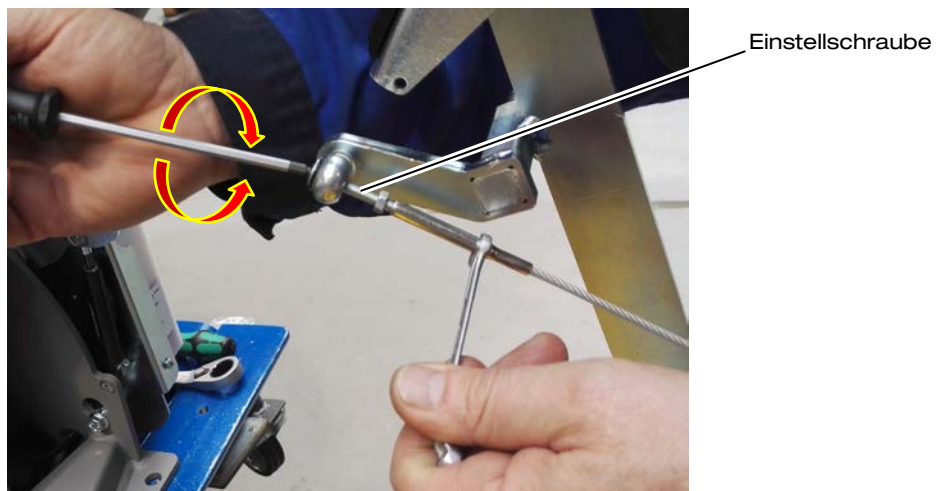

Abbildung 27: Zugseile einstellen
- ⇒ Stellen Sie die Zugseile ein, indem Sie die Einstellschrauben verdrehen (siehe Abbildung 27):